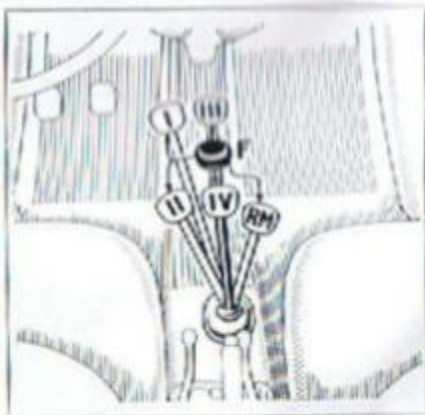

Fig. 26: Gearstangens forskellige stillinger.
- Træd koblingspedalen i bund og sæt gearstangen i første gear (se fig. 26).
De forskellige gears aktivering fremgår af fig. 26. Skiftningen mellem 2., 3. og 4. gear laves af en synkromeshanordning, og denne skiftning foregår derfor altid uden støj. Hvis man vil skifte ned til første gear, medens vognen ruller, må dette ske ved hjælp af dobbelt udkobling.